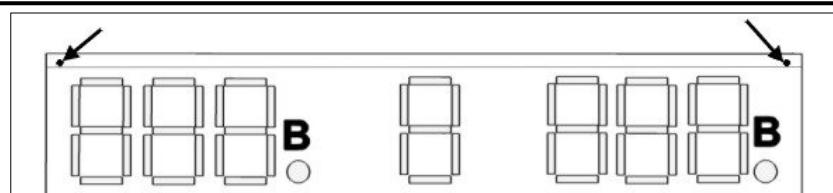

Fig. 8.1: Viti di fissaggio del pannello frontale
2. Con un cacciavite a croce, dal modulo dove è presente la scheda da sostituire, svitare le due viti di blocco del pannello trasparente frontale (Fig. 8.1, Fig. 8.2-1). Nel modulo dei nomi delle squadre svitare le viti superiori del profilo di fissaggio del pannello frontale.